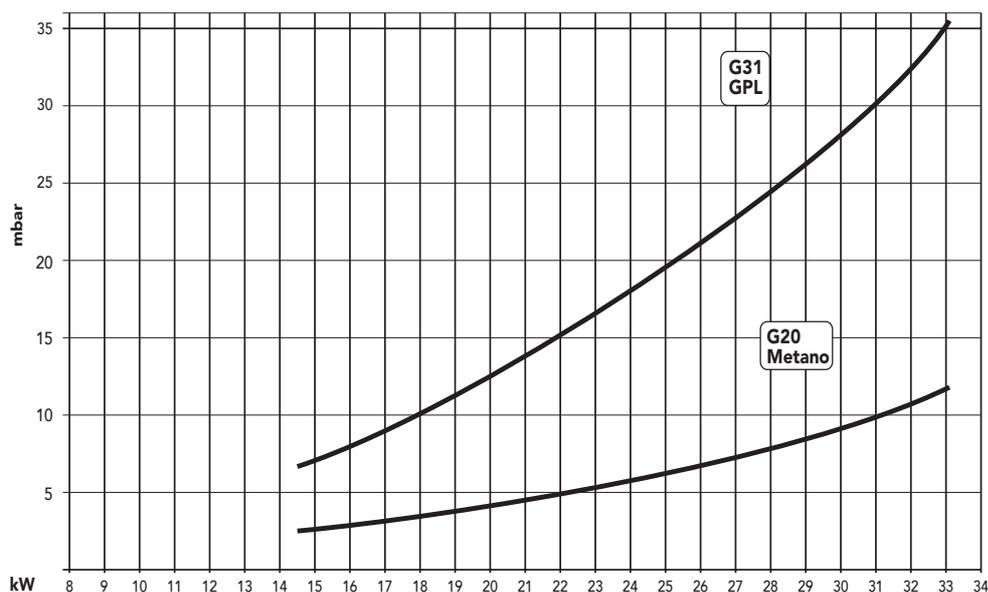

Fig. 3
N.B. - Le pressioni gas al bruciatore e le portate gas nella **fase di riscaldamento impianto** indicate in tabella si riferiscono alla **potenza nominale della caldaia**: volendo ridurre tale potenza è necessario diminuire la pressione del gas fino alla potenza minima (vedere i diagrammi di fig. 3 e 4).